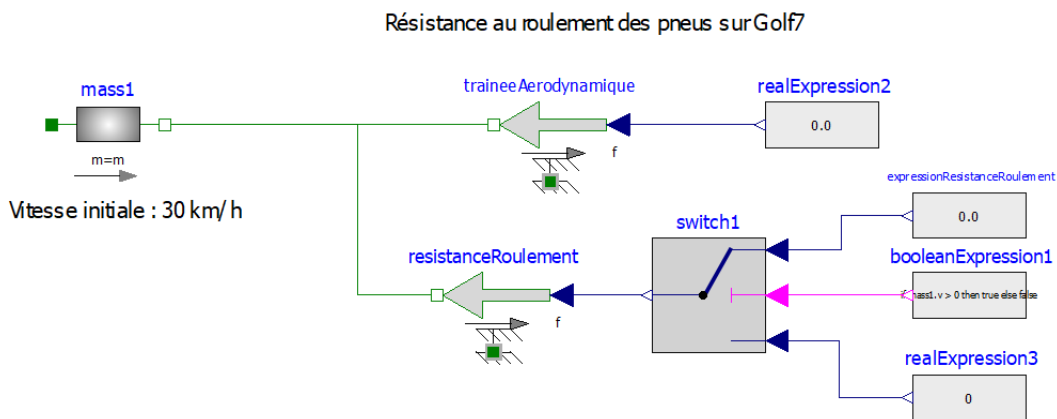

Figure 6: Modèle OpenModelica
4. **Déterminer** à partir du modèle fourni figure 6 le temps nécessaire à la voiture s'arrêter.